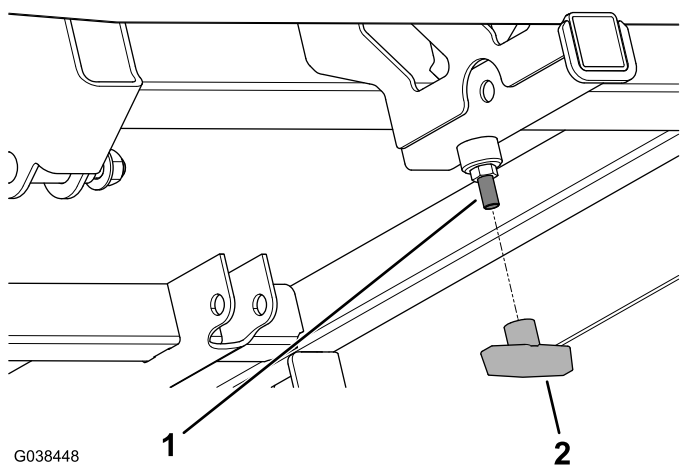

Figura 9
- Montate la maniglia a T sulla vite a testa tonda (Figura 9).